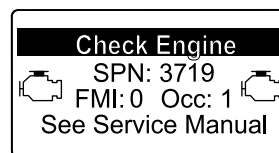

Рисунок 51
- Предупреждение о двигателе SPN 3719, FMI: 0 (Рисунок 51)